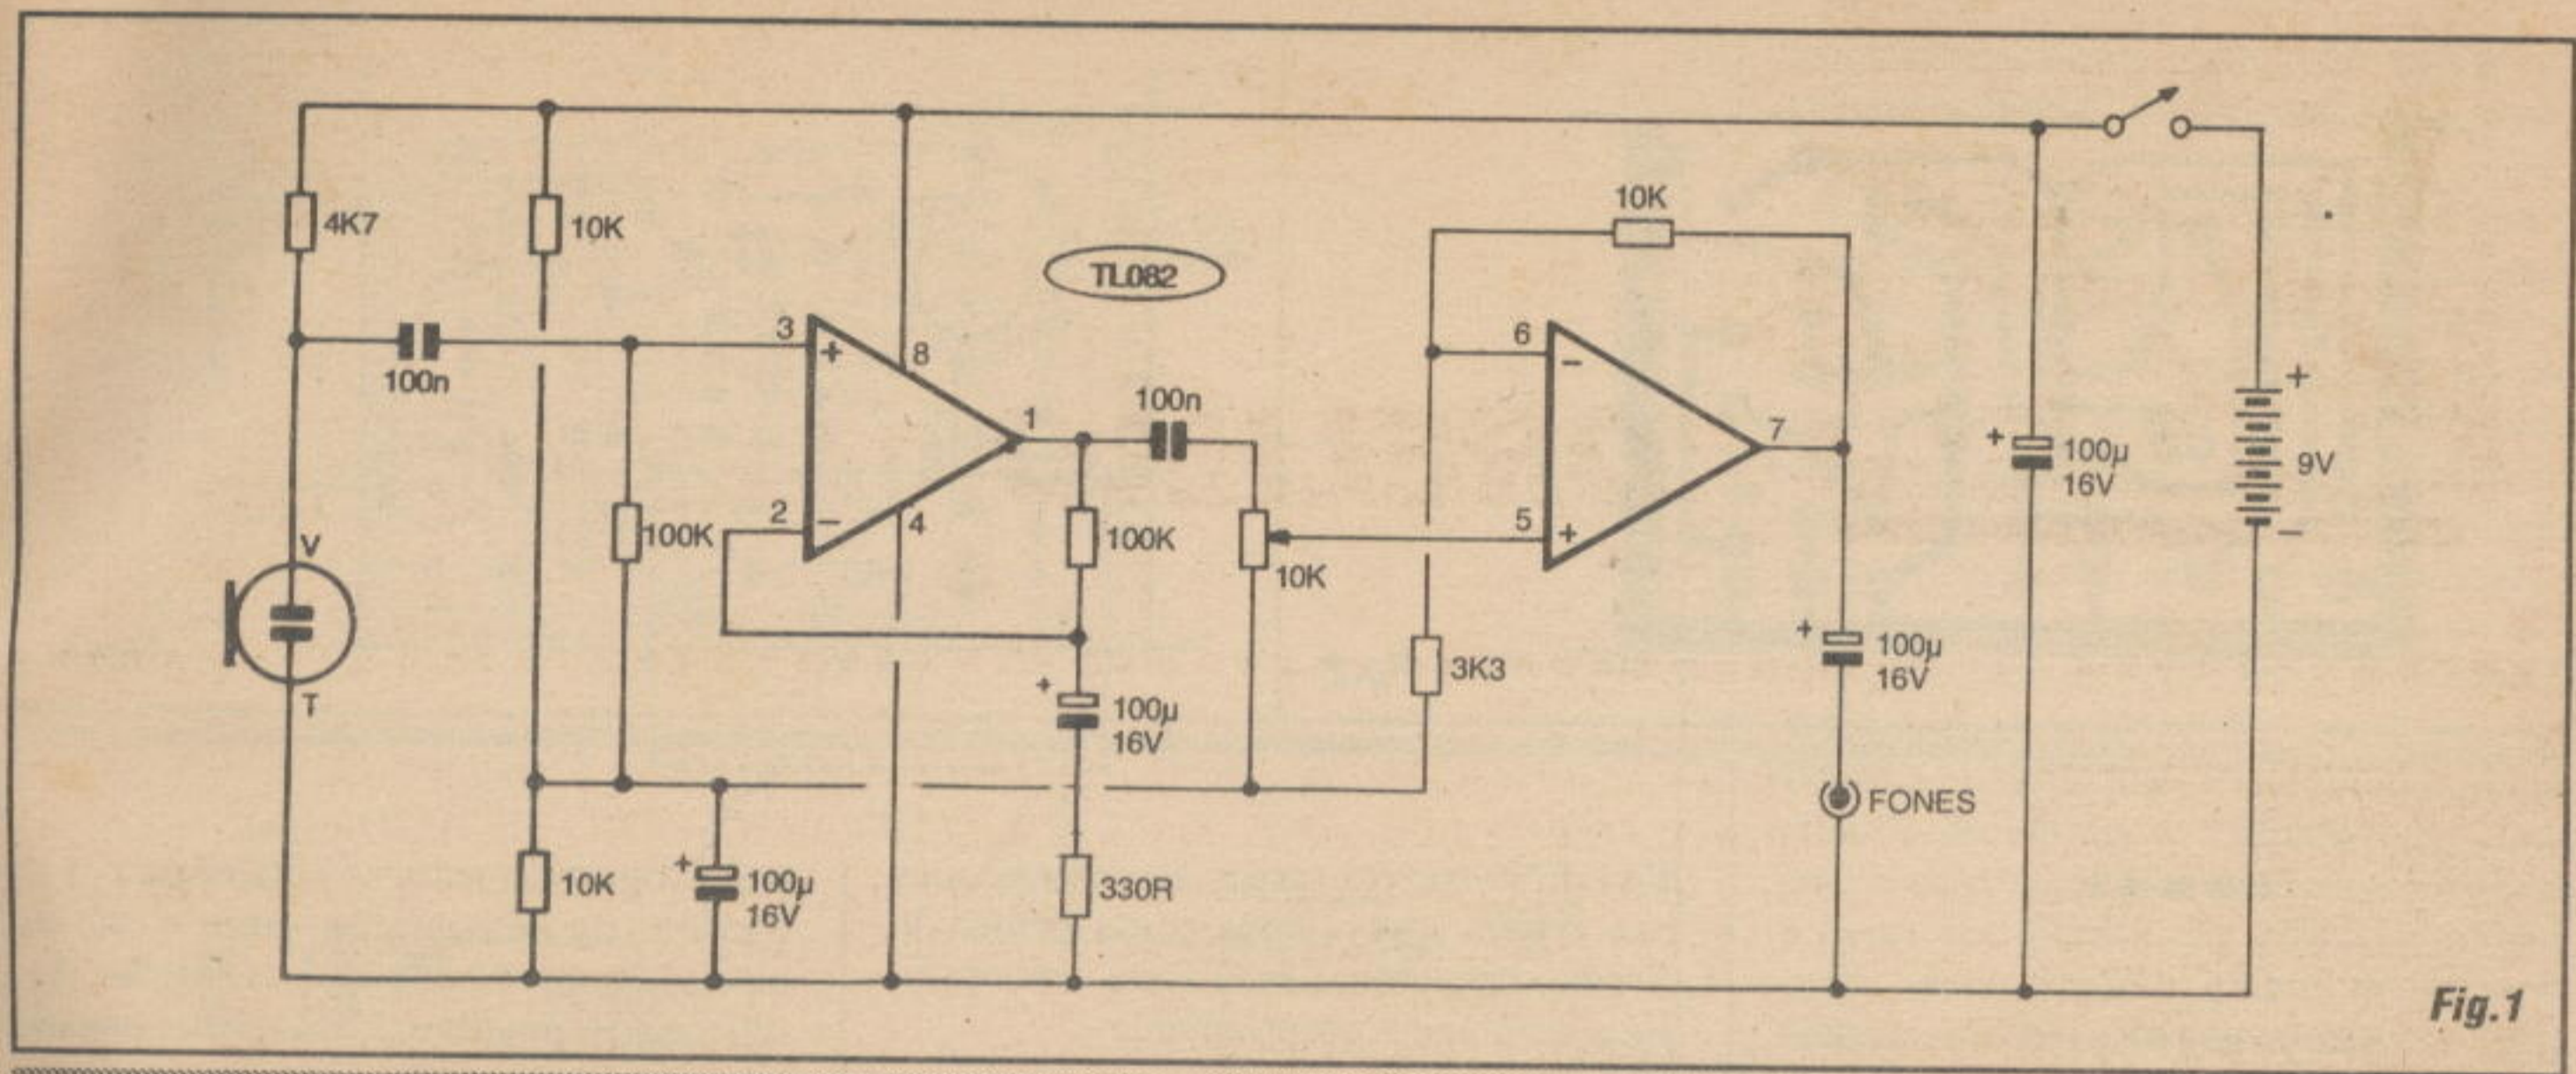

Fig.1
- FIG. 1 - DIAGRAMA ESQUEMÁTICO DO CIRCUITO - Utilizando os dois módulos amplificadores operacionais contidos num único *chip* de integrado TL082, o circuito do ORELHÃO apresenta dois blocos elementares, porem eficientes... O primeiro deles é estruturado como poderoso amplificador de tensão, cujo ganho e faixa de frequências é basicamente determinado pelos valores dos resistores de 100K/330R e capacitor de 100u, que formam a rede de realimentação controlada entre o pino de saída desse primeiro módulo (1) e a sua entrada *inversora* (pino 2). A relação de valores oferece um fator de amplificação (ganho) de aproximadamente 300 vezes... A entrada de sinal é feita pelo pino 3 do integrado (*não inversora*), que se encontra polarizado a *meia tensão* de alimentação, via *totem* de resistores de 10K, com a intermediação de mais um resistor de 100K, de modo a garantir o máximo de